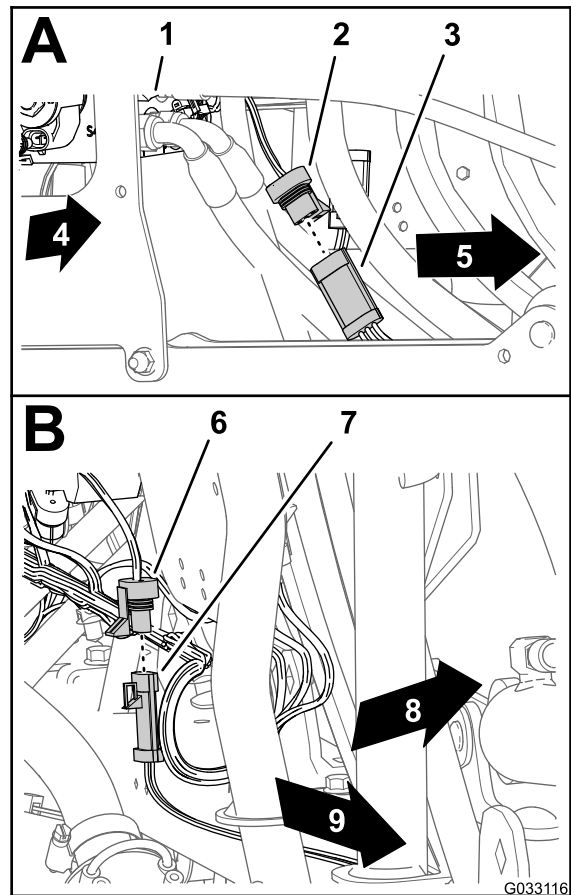

図 145
2. 左側ウルトラソニックセンサー用のケーブルの3ピンコネクタに、ソニックブームのワイヤハーネスの3ソケットコネクタを接続する 図 145のB。
1. 右側ウルトラソニックセンサー用のケーブルの3ピンコネクタに、ソニックブームのワイヤハーネスの3ソケットコネクタを接続する 図 145のA。